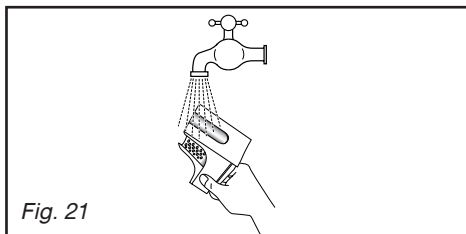

Fig. 21
- rincez-le sous le robinet (Fig. 21)